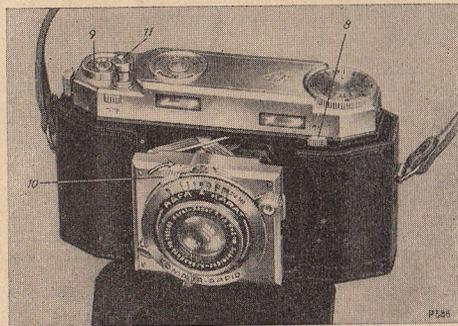

Abb. 4
2. Objektivträger durch Verschieben der Zuhaltung 8 (Abb. 4) in Pfeilrichtung in Gebrauchsstellung bringen.
3. Auslöser 11 (Abb. 4 u. 9) behutsam und vollständig durchdrücken, ohne hierbei die Aufnahme zu „verreißen“.
Zählwerk Die Zähler-scheibe 9 (Abb. 4 u. 5) springt bei jeder Filmschaltung um eine Zahl weiter und zeigt hierdurch selbsttätig stets die Zahl der Aufnahmen an.
1. Durch Verschieben der Zuhaltung 8 (Abb. 4) den Objektivträger in Aufnahmestellung springen lassen*).
- b) Auslöseknopf 11 (Abb. 4) niederdrücken.
- a) Verschuß 10 (Abb. 4) spannen,
b) Auslöseknopf 11 (Abb. 4) niederdrücken,